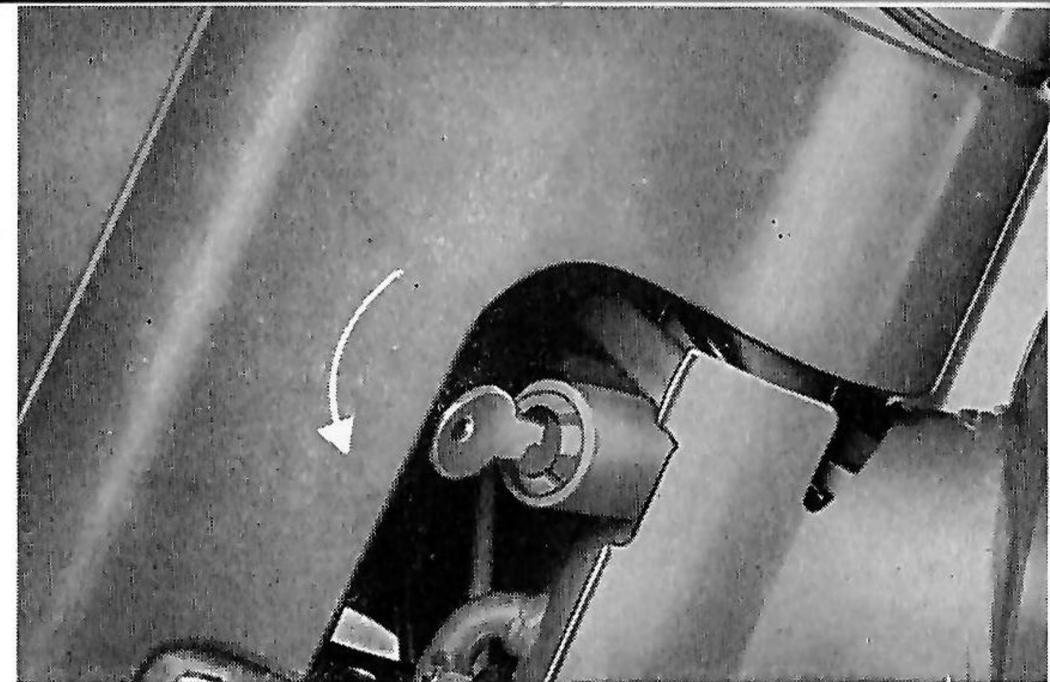

Bild 7
- 11 = Lenkschloß (verdeckt, s. Bild 7)
Lenkschloß (Bild 7)